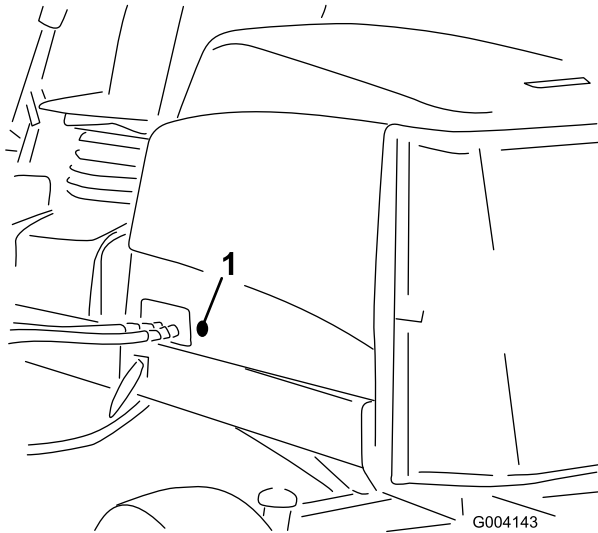

図 16
2. フードの左側についているゴム製のハトメを取り外す (図 16)。